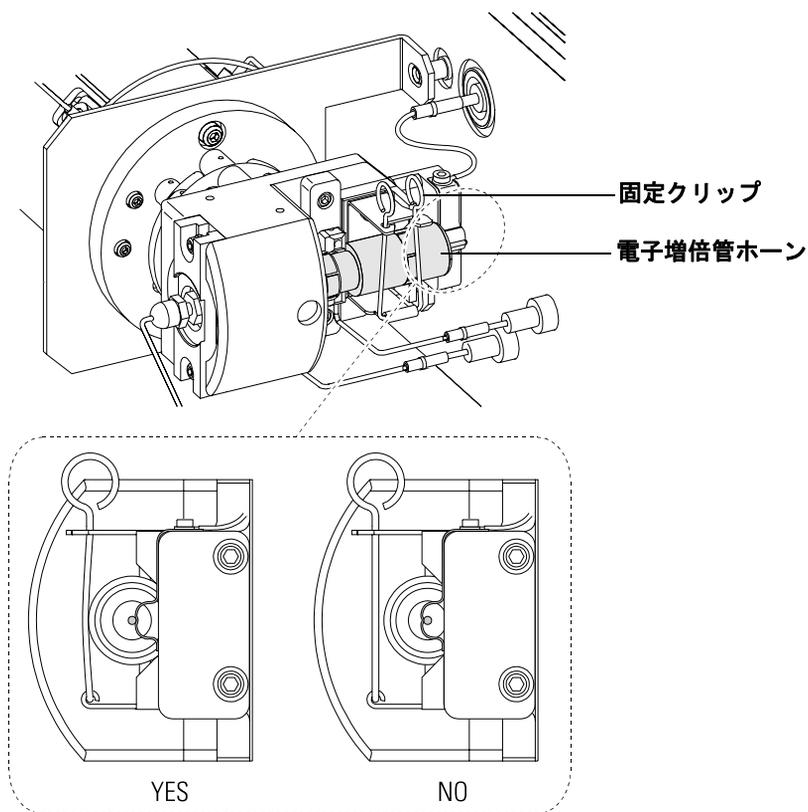

図 42 電子増倍管ホーンの交換
- 3 固定クリップを開きます (図 42)。クリップの両方の腕を同時につまみ、カップを下に動かします。